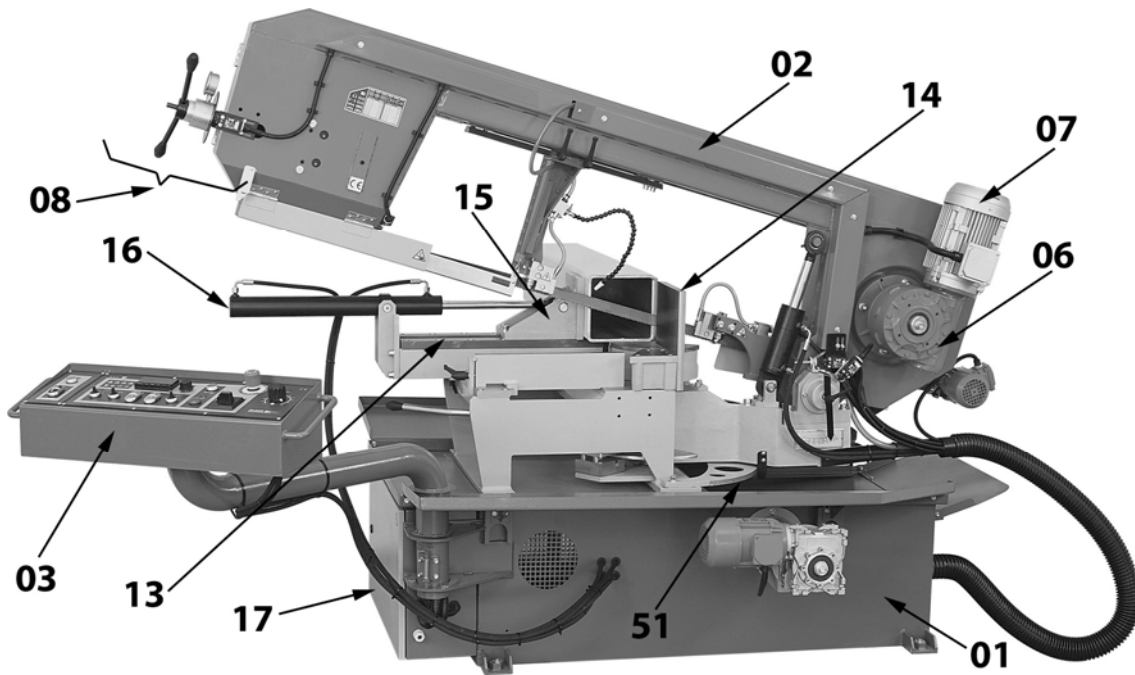

Figura 02
O conjunto de morsa, composto da Mesa de Corte (13), dos Mordentes Fixo (14) e Móvel (15) movimento longitudinal, no sentido de fixação do material. A abertura e fechamento do Mordente Móvel (15) é realizado por um Cilindro (16) acionado hidraulicamente. O comando de acionamento é realizado diretamente no Painel de Comando (03) (figura 02)